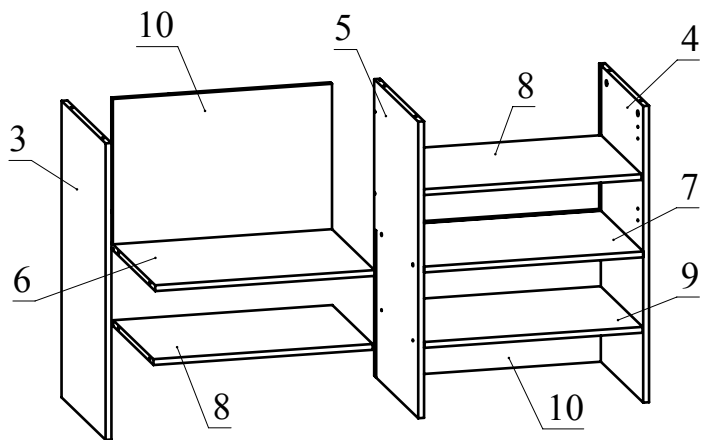

Рис.6
7. Установите деталь 10 на деталь 6 и зафиксируйте, повернув конфирматным ключом головки минификсов по часовой стрелке до упора (Рис. 6).
8. Установите детали 6, 8, 10 на деталь 5 и зафиксируйте, повернув конфирматным ключом головки минификсов по часовой стрелке до упора. Установите деталь 3 на полученную сборку и зафиксируйте, повернув конфирматным ключом головки минификсов по часовой стрелке до упора (Рис. 6).